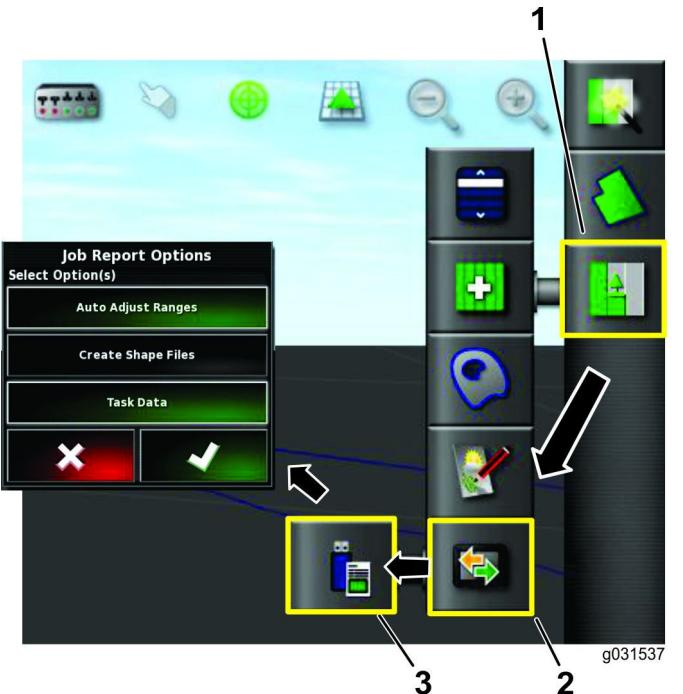

Figura 89
3. Pulse el icono de menú de trabajos (Figura 89).
4. Pulse el icono de intercambio de datos (Figura 89).
5. Seleccione el icono de exportación de informe de trabajo a USB (Figura 89).